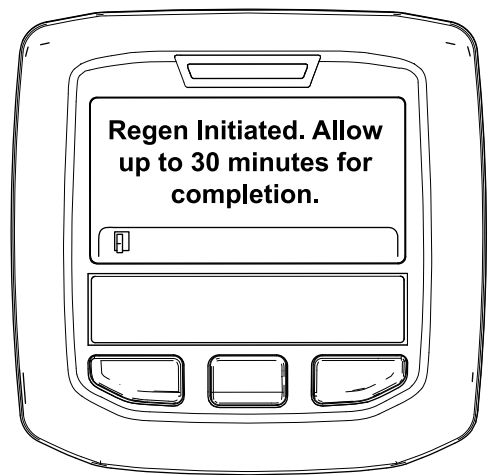

Figura 54
- Si la regeneración se permite, aparece el mensaje "Regen Initiated. Allow up to 30 minutes for completion" (Regeneración iniciada, espere 30 minutos hasta que finalice) en el InfoCenter y debe esperar a que la máquina finalice el proceso de regeneración con la máquina aparcada (Figura 54).